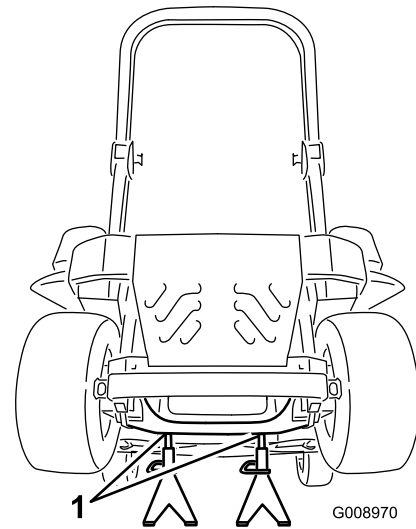

Figura 80
3. Levante la máquina y apóyela sobre soportes fijos (Figura 80).
9. Retire los soportes y baje la máquina (Figura 80).